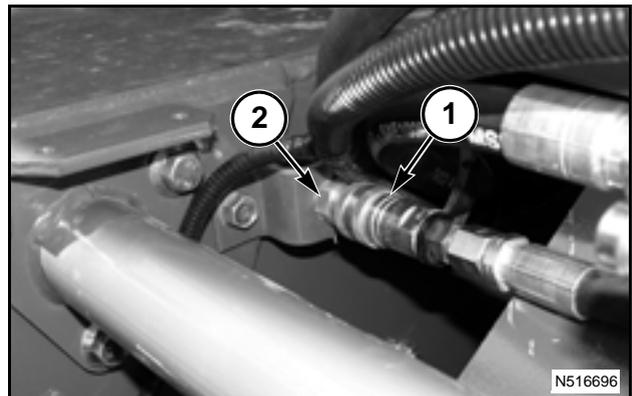

FIG. 244
FIG. 244: En cosechadoras equipadas con control de velocidad variable en el cabezal: Al instalar un cabezal de maíz, instale la manguera (1) de elevación del molinete en la conexión de velocidad variable (2) en el embocador. Instale el fuelle en la conexión de la altura del molinete.